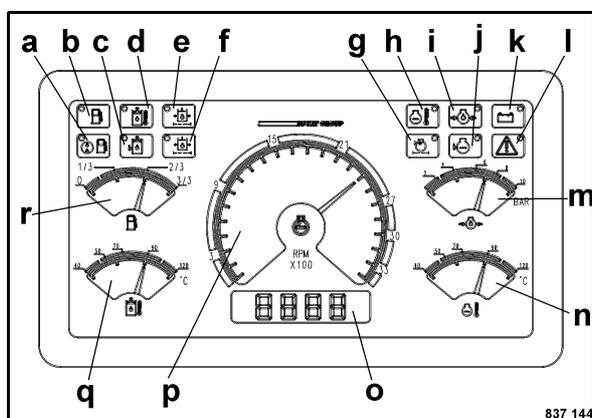

Fig. 232
- Se risuona il cicalino di avvertimento e la segnalazione di guasto I (Fig. 232) è accesa, leggere il codice di guasto nella finestra (o) e informare il servizio di assistenza tecnica BOMAG.